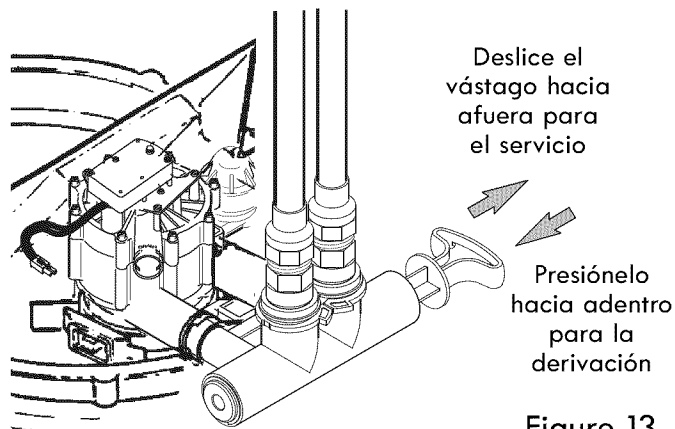

Figure 13
3. Mueva las válvulas de derivación a la posición de "derivación" (Bypass) (vea las Fig. 13 y 14). En una válvula de una derivación, deslice el vástago hacia adentro a la posición de derivación. En una derivación de 3 válvulas, cierre las válvulas de entrada y salida, y abra la válvula de derivación.